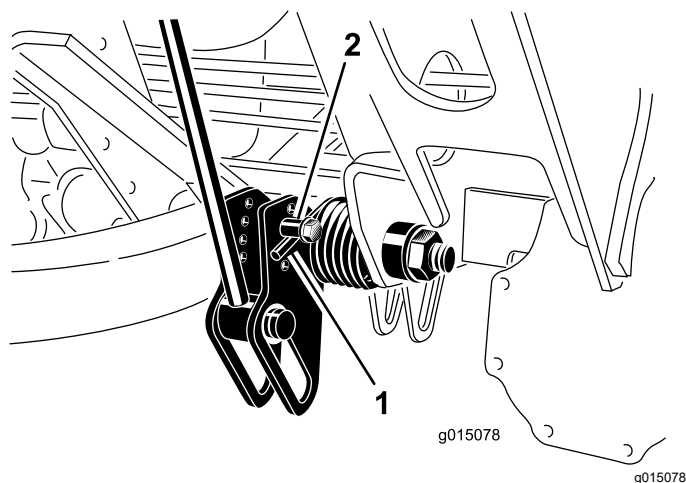

図 40
2. 調整作業の最中に、スプリングのテンションが掛からないようにするため、スプリングの長い方の端にパイプなどを通してスプリングの力を殺しておく図 40。
3. スプリングのテンションをなくしたら、スプリングアクチュエータを固定しているボルトとロックナットを外す図 40。